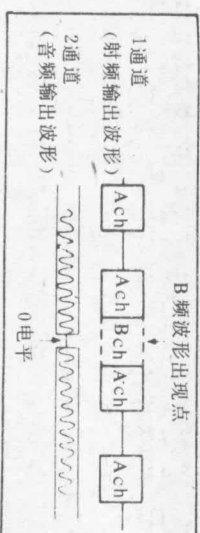
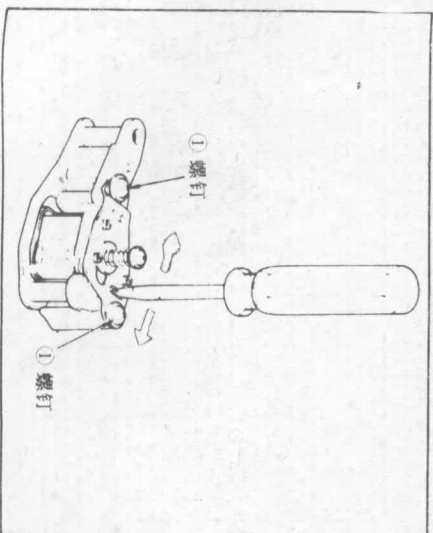

图 51
图 52
3) 向左右双方转动跟踪控制旋钮, 确认输出波形电平在中央位置时最大, 而在射频输出波形呈 B 频波形时音频信号为 0 电平, 如图 51 所示。必要时应按下列步骤进行调整。
把跟踪控制旋钮调至中心检测位置并拧松 2 个 ACE 组件位置调整螺钉①。如图 52 所示, 用螺丝刀移动 ACE 组件的位置直至射频输出波形最大时为止 (图 51 所示位置)。求得此项位置时, 就把螺钉①拧紧。